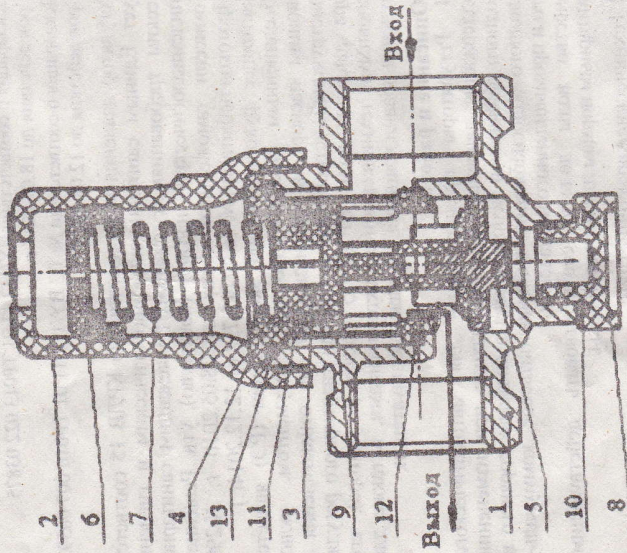

Рис. 1 Регулятор давления воды квартирный КРДВ 15
- снять сетку-фильтр (9) и промыть ее до полного удаления осадка, при необходимости использовать кисть;
- установить сетку-фильтр на место, вставить блок регулировки в корпус регулятора (1), при этом уплотнительные кольца должны быть установлены согласно рис. 1;
- установить пружину и завернуть крышку на корпус так, чтобы стакан (4) был поджат и с помощью резинового кольца (13) обеспечив герметичность регулятора относительно внешней среды.